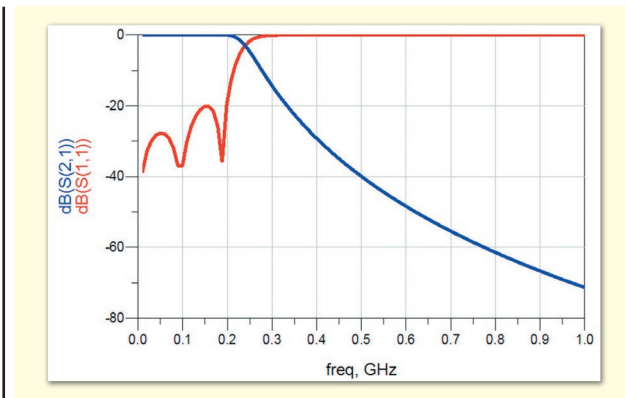

Рис. 29
- Виведіть графіки для S11 і S21 на дисплей даних і перевірте відповідність характеристик електричної схеми нашим цілям. На цих графіках можна розмістити маркери, використовуючи або панель інструментів Marker (Маркер) на дисплеї даних , або перейшовши в меню Marker (рис. 29).